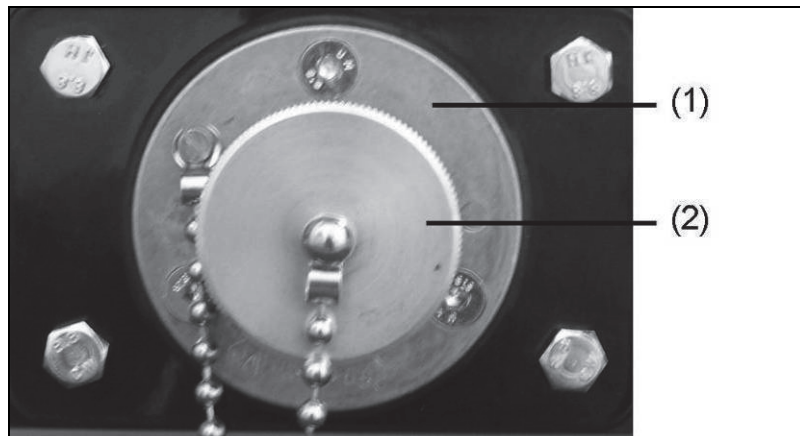

Fig. 59: Conexión del dispositivo de mantenimiento de la carga de la batería
2. Atornillar la caperuza (Fig. 59(2)) de la toma del dispositivo de mantenimiento de la carga de la batería.